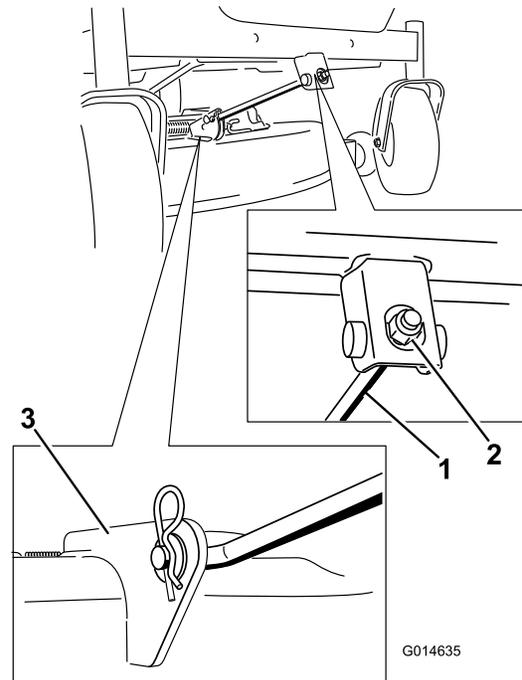

Figura 73
5. Retire la chaveta de la varilla de soporte delantera y retire la varilla del soporte de la carcasa (Figura 73).
8. Conecte la varilla de soporte delantera a la carcasa de corte con el pasador y la chaveta (Figura 73).